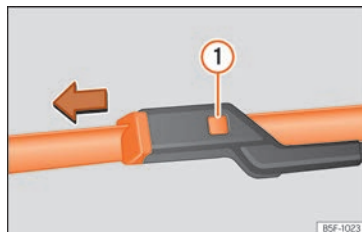

Fig. 42 Sostituzione delle spazzole dei tergicristalli.
- Mantenere premuto il tasto di sblocco » fig. 42 ❶ tirando leggermente la spazzola nel senso della freccia.